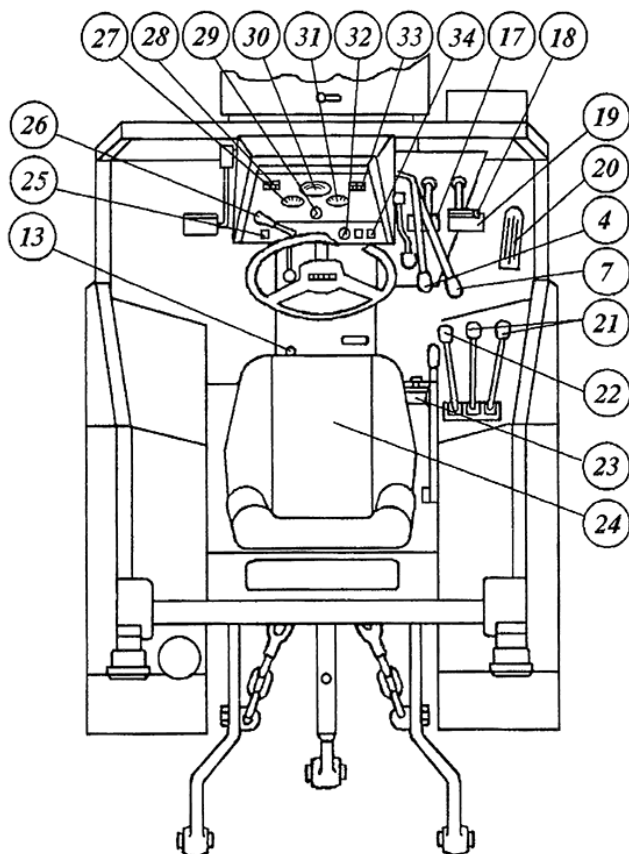
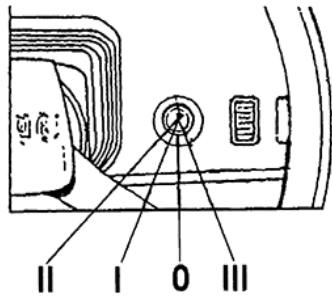

Рис. 196. Органи керування і контрольно-вимірювальні прилади
Рис. 28. Вмикач стартера і приладів
32. Вмикач стартера і приладів (рис. 196). Має чотири положення (рис. 28):